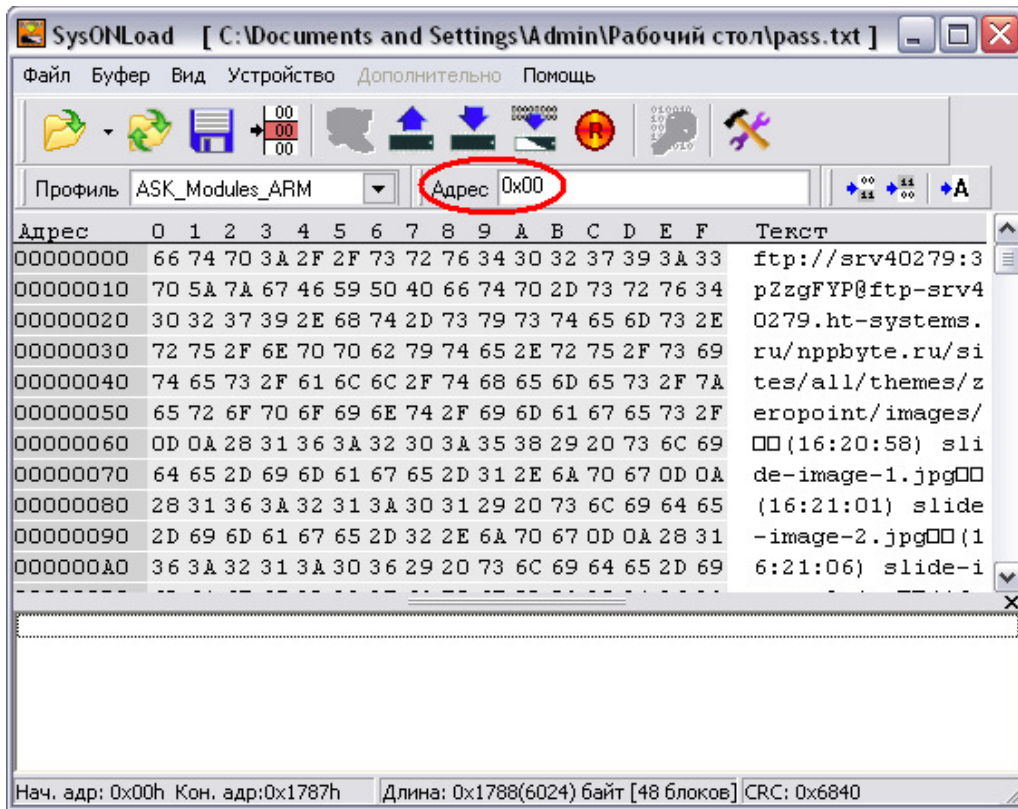

Рисунок 4: поле установки адреса блока
8. В окне программы в поле “Адрес” выставьте с клавиатуры компьютера адрес, соответствующий адресу блока или монитора системы АКСУМ2 в шестнадцатеричной системе исчисления (рисунок 4).